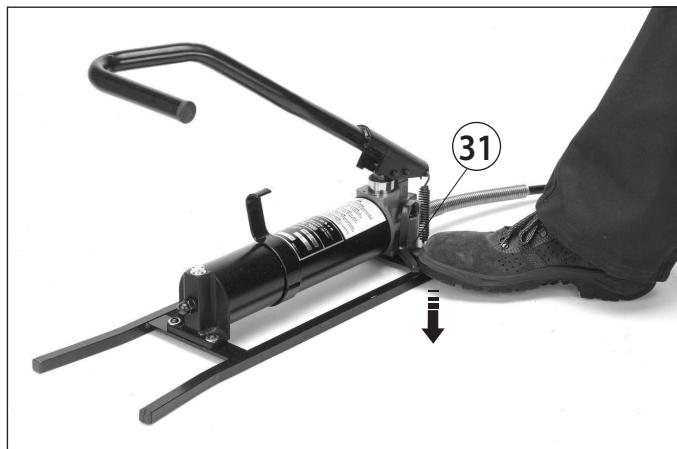

FIG. 3 PUMP OPERATION - ACTIONNEMENT POMPE - PUMPENBEDIENUNG - ACCIONAMIENTO BOMBA
2.1) Funzionamento (Rif. a Fig. 3)